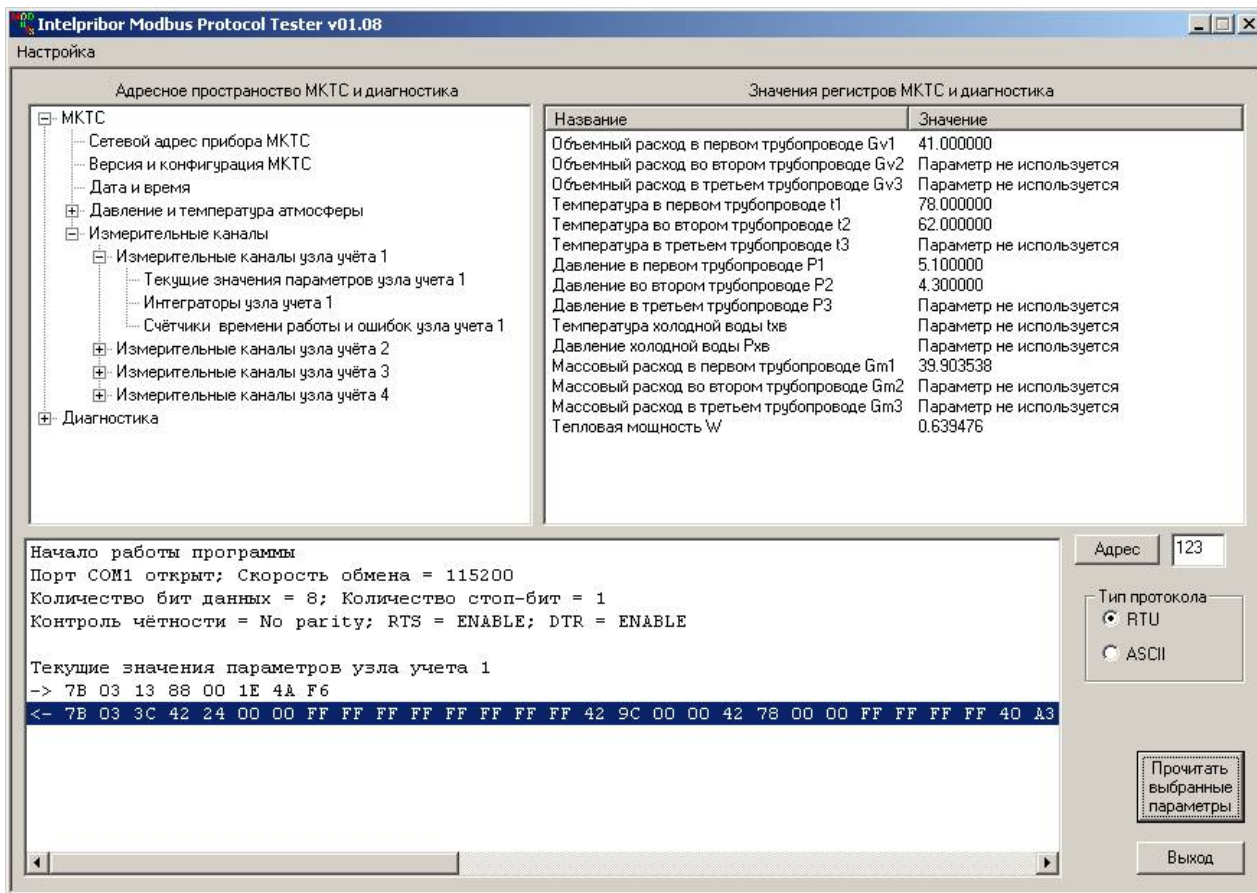

Рисунок 5-11 Просмотр выбранной области памяти МКТС.
- после завершения обмена данными с платой расширения, в правой части окна в списке *Значения регистров МКТС и диагностика* наблюдать результаты запроса (Рисунок 5-11);